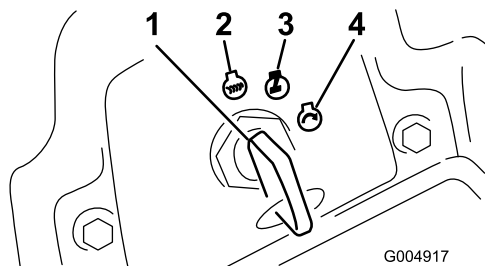

Figure 16
6. Tournez la clé dans le sens horaire en contact (Figure 16).
3. Tournez la clé de contact à la position arrêt (Figure 16). Attendez l'arrêt de toutes les pièces en mouvement avant de quitter la position d'utilisation.